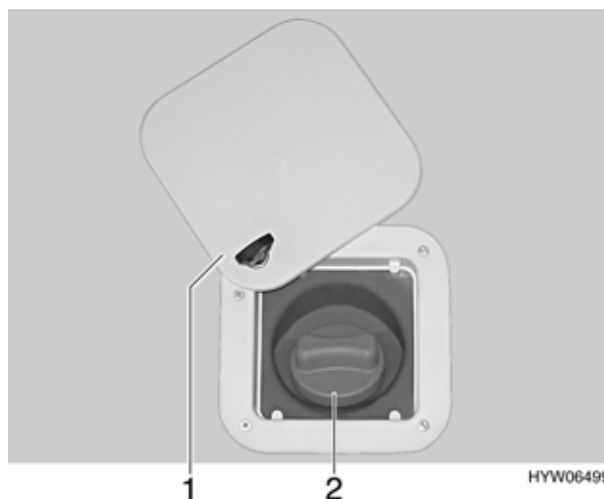
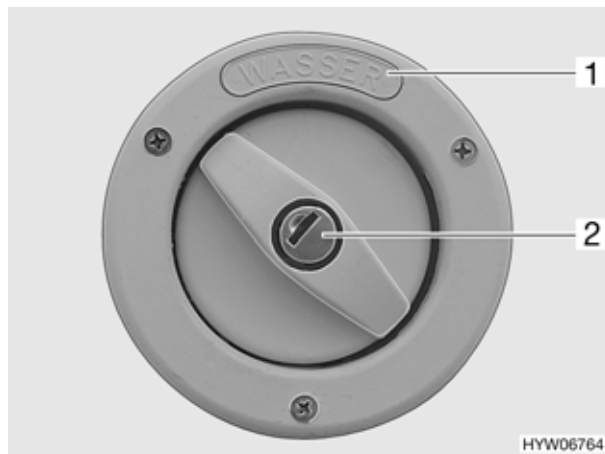

Fig. 141 Coperchio per bocchettone di riempimento del serbatoio dell'acqua potabile (variante 1)
Fig. 142 Coperchio per bocchettone di riempimento del serbatoio dell'acqua potabile (variante 2)
- Aprire la serratura e girare verso l'alto lo sportello esterno (Fig. 141,1) (vedi capitolo 5).
- Girare il coperchio blu (Fig. 141,2) in senso antiorario di un quarto di giro.
Il bocchettone di riempimento del serbatoio dell'acqua potabile è contraddistinto dalla scritta "WASSER" (Fig. 142,1).
- Inserire la chiave nel cilindro della serratura (Fig. 142,2) e girare in senso antiorario.
- Inserire la chiave nel cilindro della serratura (Fig. 142,2) e girare in senso orario.
- Aprire il bocchettone di riempimento del serbatoio dell'acqua potabile (Fig. 141 oppure Fig. 142) posto sulla parete esterna dell'autocaravan.